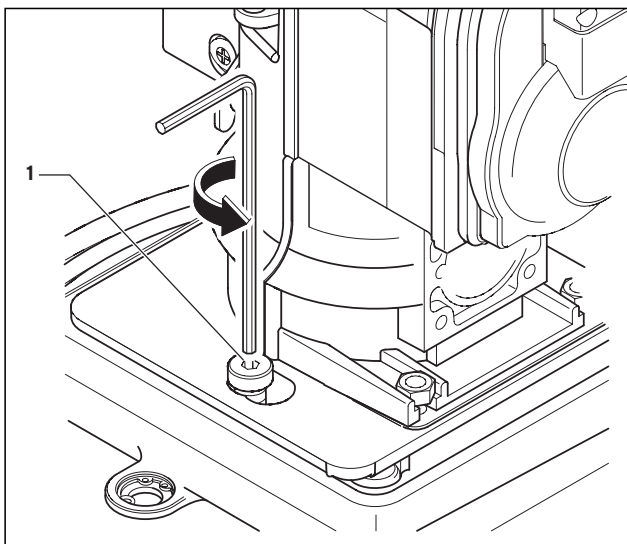

Abb. 7.3 Service-Schraube lösen
- Lösen Sie den Brenner durch leichte Drehung im Uhrzeigersinn. Drehen Sie den Brenner um 180° nach hinten (siehe Abb. 7.3) und setzen Sie ihn mit der Öffnung des Halblechs auf die Serviceschraube.